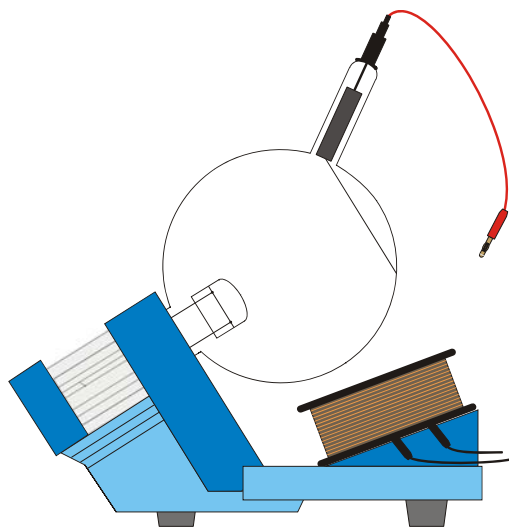

Fig.4 Montaggio della bobina supplementare
- Collocare la bobina supplementare sul portatubi come illustrato nella Fig. 4.